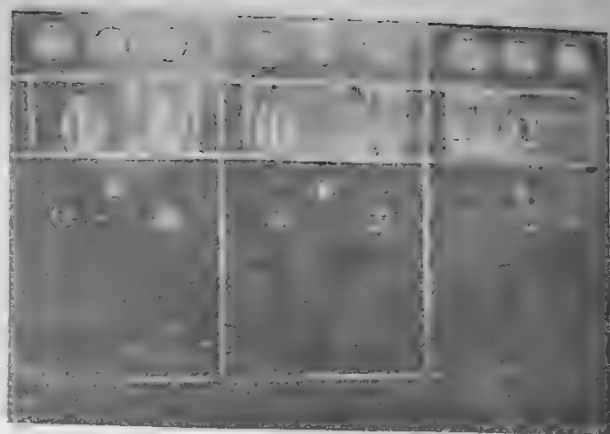

Рис. 2. Наружный вид усилителя
2) Мощный усилитель (рис. 2) состоит из двух блоков по 350 ватт каждый, работающих на лампах  $3\text{ВН-300}$ . Питание мощного усилителя осуществляется полностью от сети переменного тока. Анодное напряжение  $4\,000\text{ В}$  выпрямляется ртутной колбой  $3\text{ВН-15}\,000$ . Общий выпрямленный ток, потребляемый блоками, равен  $0,55\text{ А}$ .